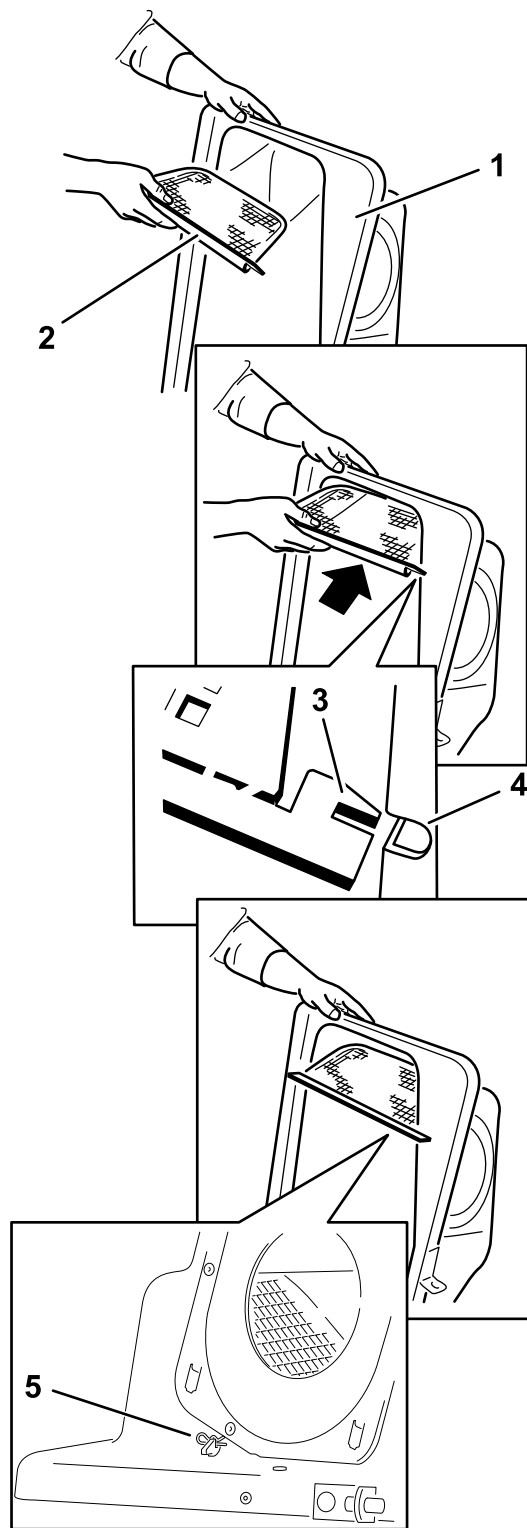

Figura 19
- Instale la rejilla como se muestra en la Figura 19, de manera que quede inclinada hacia abajo, hacia las bolsas de recogida.